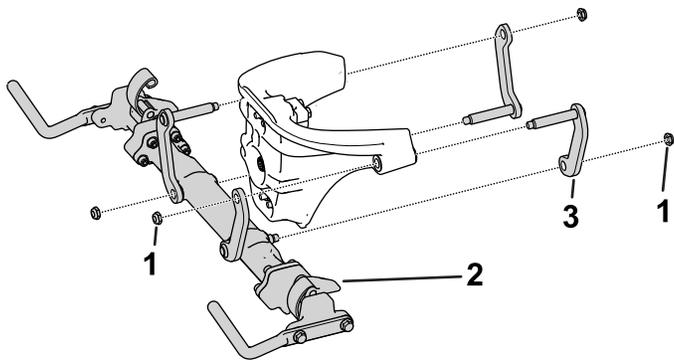

Figura 2
2. Retire el conjunto del brazo transversal aflojando y retirando las tuercas que fijan los brazos del conjunto de acoplamiento al cardán de dirección (Figura 2).
7. Instale el conjunto del brazo transversal en el cardán de dirección (Figura 2).